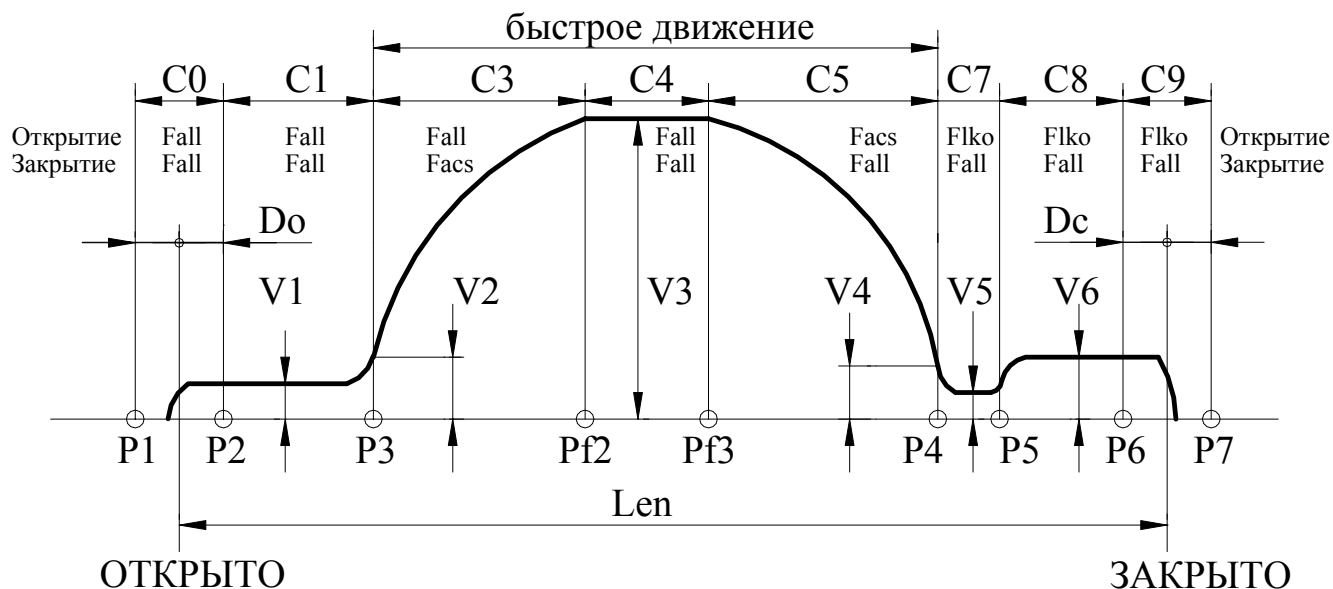

Рис.6. Траектория движения.
3.7.4.3. Если проем был уже промерен, то после синхронизации на 0, *Устройство* начинает двигаться по траектории, показанной на **рис.6**.
3.7.8.4. *Устройство* обрабатывает траекторию движения, показанную на **рис.6**, справа налево.
3.7.8.7. При **полном открытии**, когда *Устройство* определило наличие упора в зоне $C0$ (см. **рис.6**), размыкается СК ВКО. После этого *Устройство* переходит в режим одностороннего удержания.
- 3.7.9.4. *Устройство* обрабатывает траекторию движения, показанную на **рис.6**, слева направо.
- 3.7.9.7. При **полном закрытии**, когда *Устройство* определило наличие упора в зоне С9 (см. **рис.6**), размыкается СК ВКЗ. После этого *Устройство* переходит в режим одностороннего удержания.
- **E0L** – переезд зоны полного открытия (**С0**, **рис.6**) или полного закрытия (**С9**, **рис.6**). *Синхронизация* в этом случае выключается. Ошибка сбрасывается при смене кода направления вращения, но затем необходимо провести *синхронизацию* заново. При повторном неоднократном возникновении данной ошибки нужно провести **измерение проема**, если затем эта ошибка все равно будет возникать, необходимо проверить механику привода.
3.8.1. Рис.6, на котором показана траектория движения, отслеживаемая *Устройством*, поясняет назначение многих параметров, рассмотренных ниже. На рис.6 отображено также распределение сил на участках траектории отдельно при открытии и при закрытии (при переходе в режим удержания устанавливается соответствующая сила удержания).
- Если Var_sl=1, то точка препятствия запоминается и происходит замедление скорости движения при подходе к точке препятствия до $Vbar$. При отсутствии препятствия в том же месте, дальнейшее движение происходит по кривой, указанной на **рис.6**.
3.8.5.14. **Номер D** – C_vko (0-250, l=Ks мм) – дополнительное смещение точки **P2(рис.6)** для расширения диапазона удержания сигнала ВКО.
3.8.5.15. **Номер E** – C_vkz (0-250, l=Ks мм) – дополнительное смещение точки **P6(рис.6)** для расширения диапазона удержания сигнала ВКЗ.